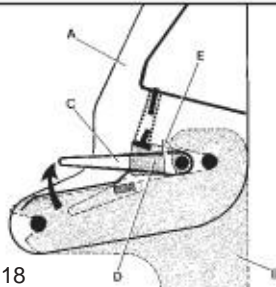

Fig. 18
- 5 - **DEVERROUILLER** côté gauche. (Fig.18)
- 7 - **DEVERROUILLER** le côté droit. (Fig.18)
- 5 - **UNLOCK** the left side (Fig.18)
- 7 - **LOCK** the right side. (Fig.18)
- 5 - Die linke Seite **ENTRIEGELN.** (Bild 18)
- 5 - De linkerkant **ONTGRENDELEN.** (fig. 18)
- 7 - De rechterkant **ONTGRENDELEN.** (fig. 18)